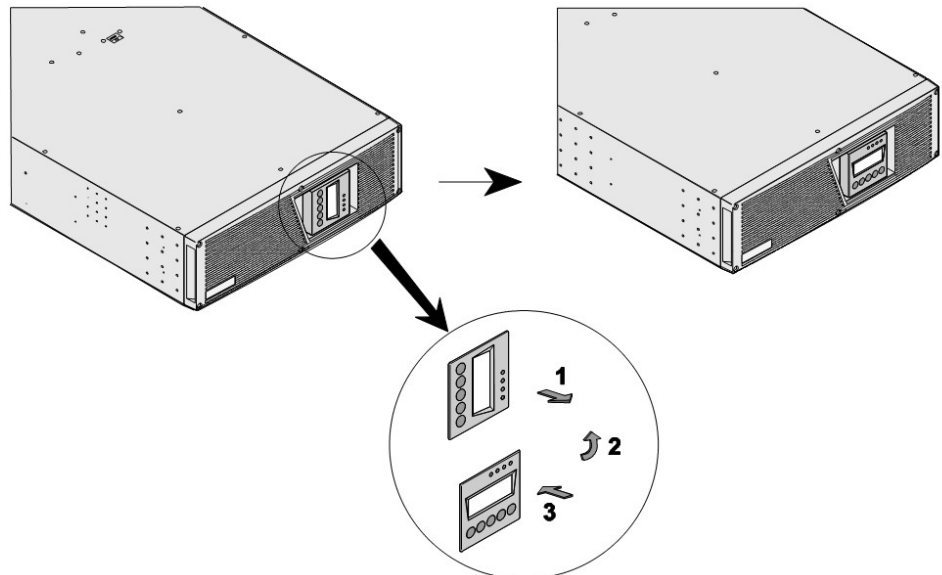

Abbildung 4. Anpassen der Ausrichtung des USV Anzeige- und Bedienfeldes
1. Passen Sie die Ausrichtung des LCD Anzeige- und Bedienfeldes der Lage der USV an, indem Sie die Steuerkonsole leicht herausziehen und sie um 90° gegen den Uhrzeigersinn drehen (siehe Abbildung 4).